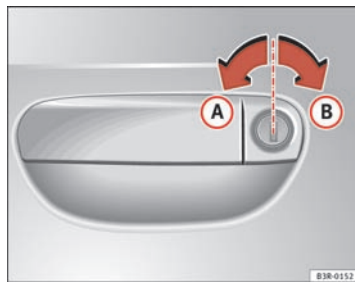

Fig. 70 Tours de clé pour ouvrir et fermer
- Tournez la clé dans la serrure de la porte du conducteur en position d'ouverture **(A)** ⇒ fig. 70 vers la gauche.
- Tournez la clé dans la serrure de la porte du conducteur en position de fermeture **(B)** ⇒ fig. 70 vers la droite ⇒ .
Tournez la clé dans la serrure de la porte du conducteur **deux fois** de suite, à intervalle très court, en position de fermeture **B** ⇒ page 104, fig. 70.